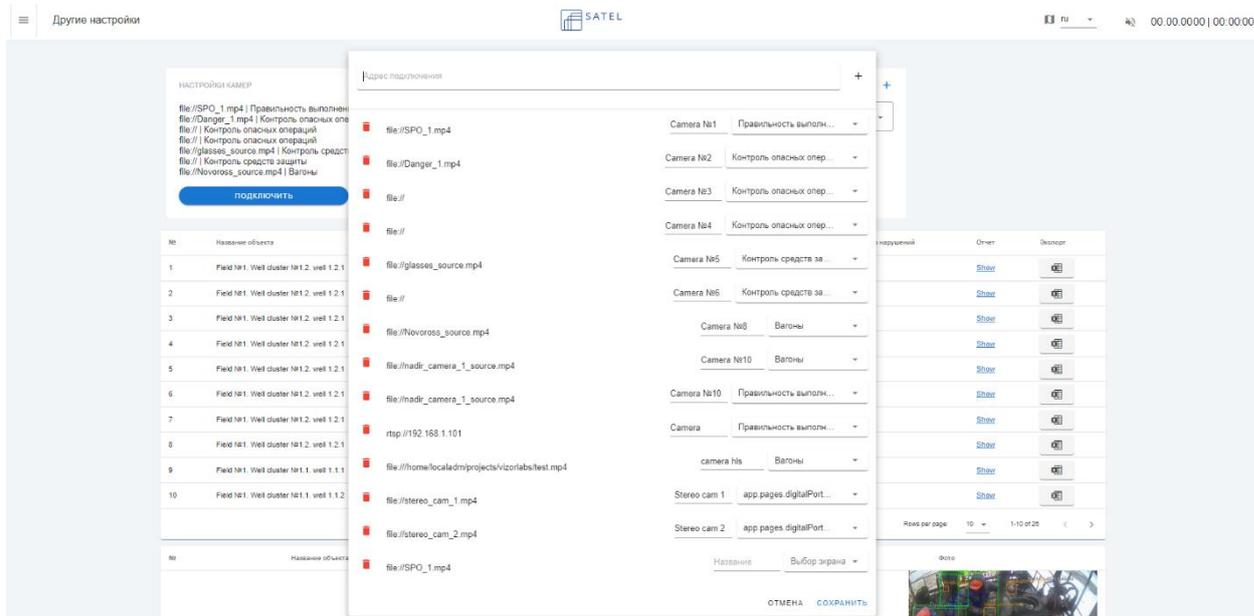

Рисунок 11 – Подключение новой камеры наблюдения
- кнопку «Подключить» – позволяет подключить новую камеру, для этого надо в появившемся окне (см. рисунок 11) задать адрес подключения, ввести название камеры, а также выбрать вид контроля из выпадающего списка: